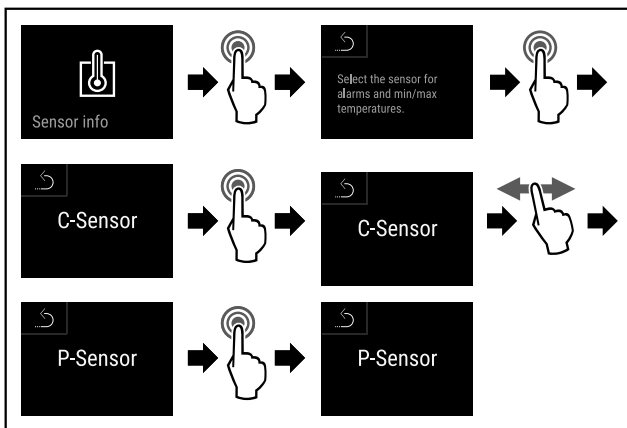

Fig. 174
- ▶ Εκτελέστε τα βήματα ενεργειών (βλέπε Fig. 174).